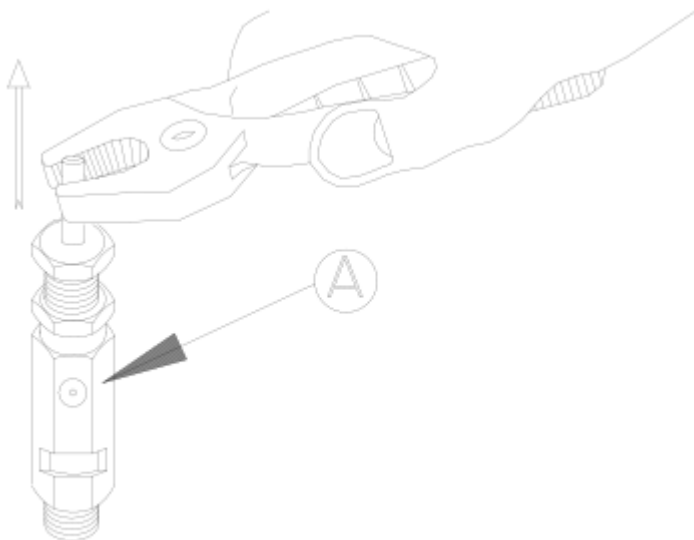

FIG. 10.4-1
2. Cu robinetii închiși și motorul la turație minimă, ridicați știftul folosind o pensetă conform indicațiilor din fig.10.4-1 și eliberați-l imediat ce valva începe să evacueze aer.